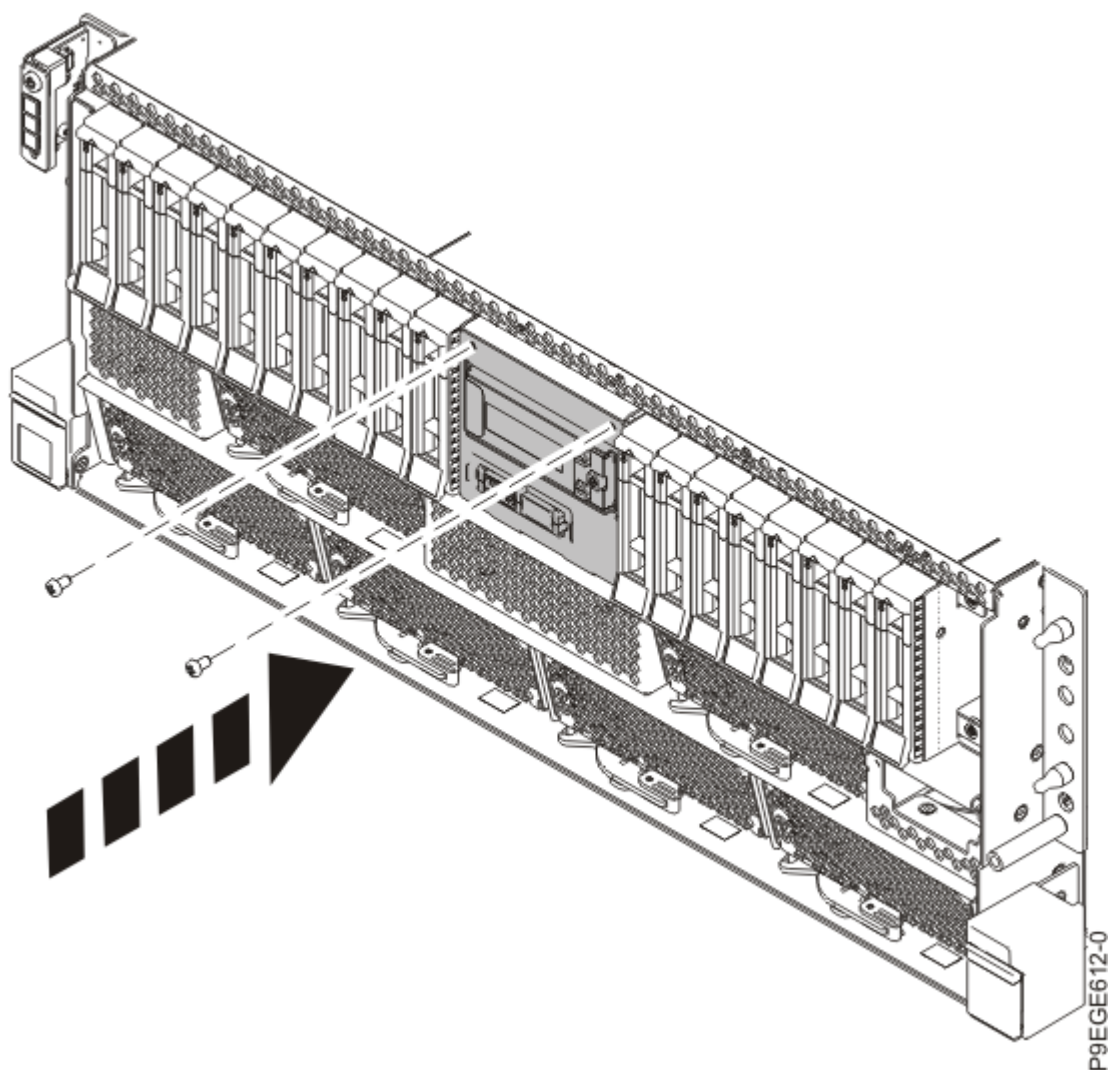

Figura 25. Cómo volver a colocar los dos tornillos en el receptáculo USB frontal
5. Fije el receptáculo USB frontal con los dos tornillos, tal como se muestra en la Figura 25 en la página 27.